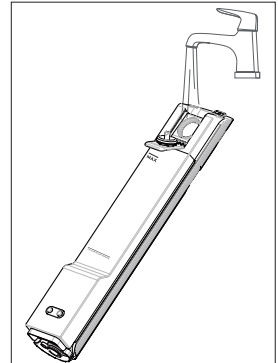

Abb. 6 – Wassertank befüllen
- ▶ Befüllen Sie den Frischwassertank mit sauberem Leitungswasser. Verwenden Sie kein heißes oder kochendes Wasser zum Befüllen des Frischwassertanks. (**siehe Abb. 6**)